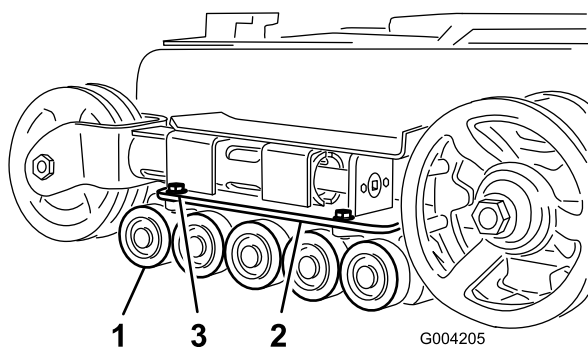

Figura 64
2. Retire los 4 pernos que sujetan cada guía de oruga inferior, que contienen las ruedas de rodaje, y retírelas (Figura 64).